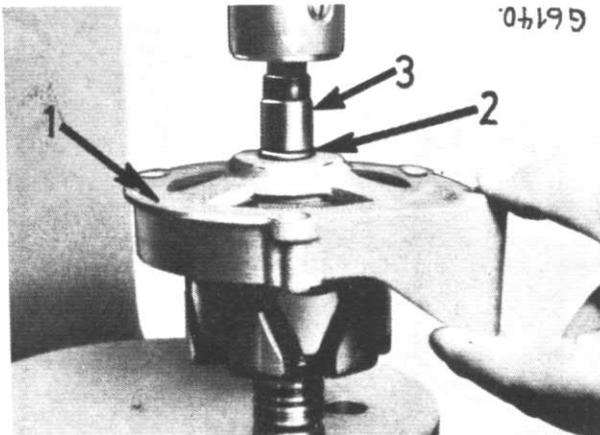

Figure 37
Glissez la bague entretoise extérieure (3) fig. 23 sur l'arbre du rotor avant de mettre en place le carter côté entraînement (1) fig. 37.